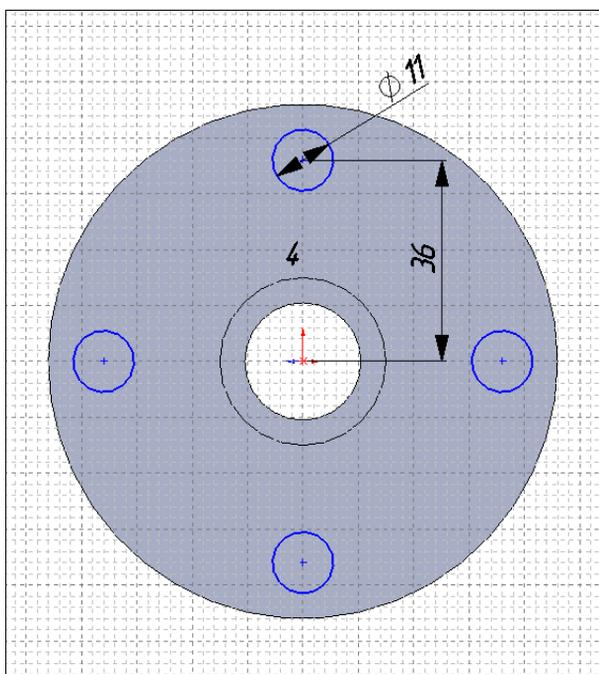

Рис. 2.53
17. Закончим построение массива, нажав кнопку **ОК** . В результате получим эскиз отверстий под крепеж на детали Крышка (рис. 2.53).